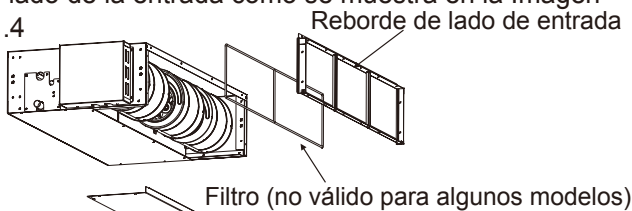

Fig. 3.1.3 Tapa de la cámara
(1) Extraiga la brida del lado de la entrada y luego quite la tapa de la cámara. Para direcciones, refiérase a la Imagen 3.1.3.